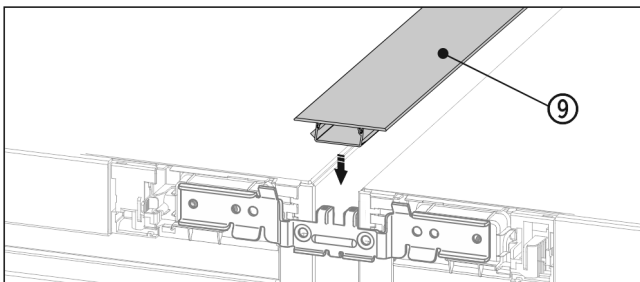

Fig. 21
- Paina yläpuolelta lyhyt suojalista Fig. 21 (9) vaakasuoraan rakoon.